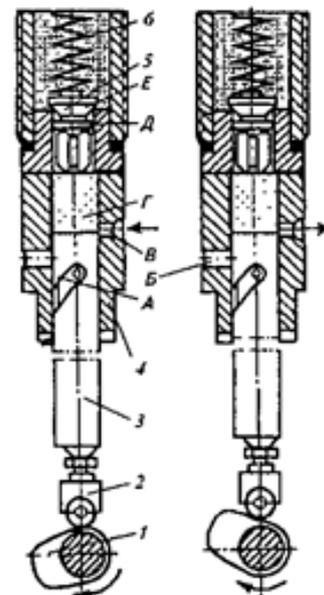

Рис. 1.5. Топливная секция
47. ПОЗИЦИЯ 5 НА РИС. 1.5 ОЗНАЧАЕТ: